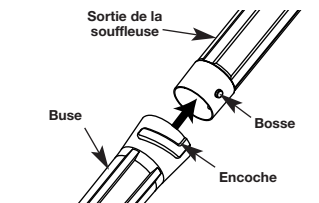

Fig. 3
1. Alignez la bosse sur l'extrémité du tube de soufflage avec l'encoche sur l'extrémité inférieure de la sortie de la souffleuse (Fig. 3).
2. Insérer la bosse sur le tube de soufflage dans l'encoche sur la buse (Fig. 3).